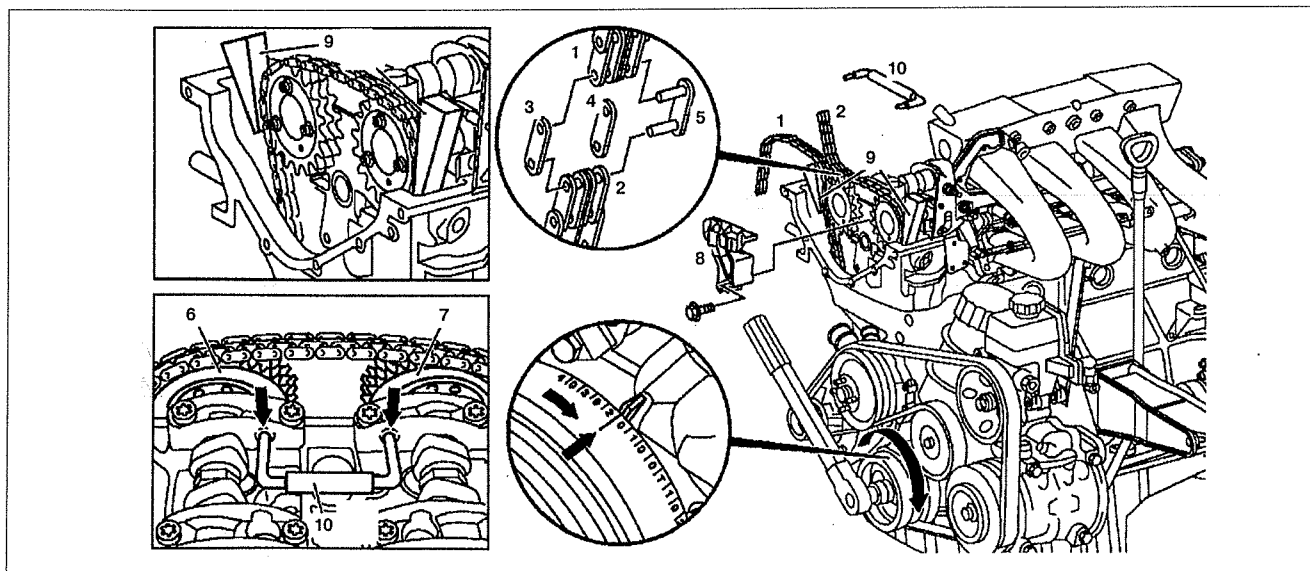

**Рис. 2.14. Успокоитель цепи:**
1. Снимите головку блока цилиндров **1** (см.рис.2.14).